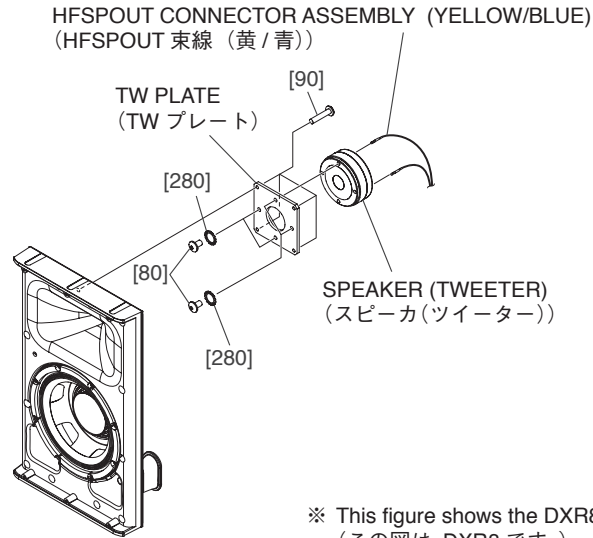

Fig. A-7 (図A-7)
- A-4-3 Remove the HFSPOUT connector assembly (yellow/blue) attached to the speaker (tweeter) terminal. (Fig. A-7, Fig. A-8)
- A-4-4 Remove the four (4) screws marked [90]. The TW plate can then be removed together with the speaker (tweeter). (Fig. A-7, Fig. A-8)
- A-4-5 Remove the four (4) screws marked [80] and four (4) toothed lock washers marked [280]. The speaker (tweeter) can then be removed from the TW plate. (Fig. A-7)
- A-4-3 スピーカ (ツイーター) 端子に取り付けられている HFSPOUT 東線 (黄/青) を外します。(図 A-7、図 A-8)
- A-4-4 [90] のネジ 4 本を外して、スピーカ (ツイーター) と共に TW プレートを外します。(図 A-7、図 A-8)
- A-4-5 [80] のネジ 4 本と [280] の歯付座金外歯 4 個を外して、TW プレートからスピーカ (ツイーター) を外します。(図 A-7)